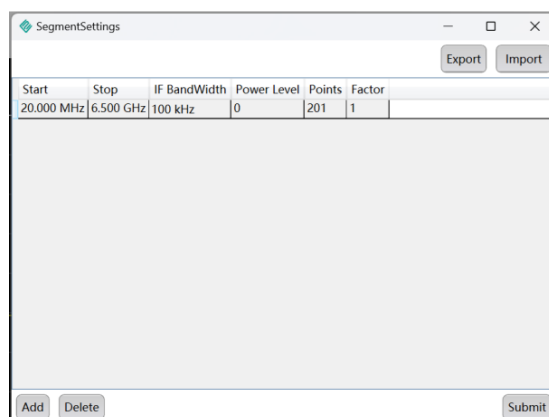

图 11 分段扫描设置图
3. 点击 SetSegment 按键，弹出 SegmentSettings 弹窗（图 11，在该弹窗中，可以设置多个独立频段不同的扫描参数，如扫描点数、起始频率、终止频率、中频带宽等。支持分段信息的文件导出和导入，也可以手动增加或删除分段信息。